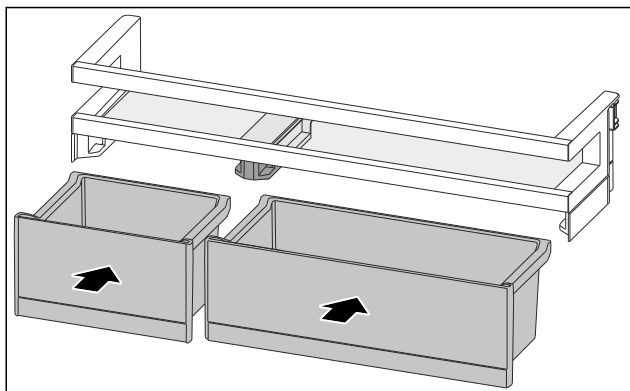

Fig. 158
- Installer les VarioBoxes dans l'agencement inverse. (voir Fig. 158)